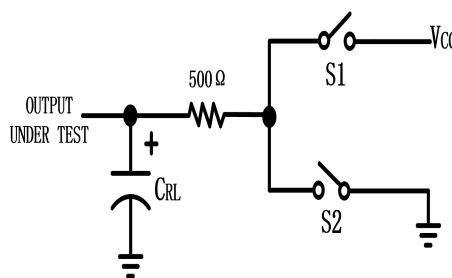

图 4 驱动器使能/关断 开关特性测试负载
| 驱动器使能到输出为高电平 | t _{DZH} | 图 4 和 6, C _L =100pF, S2 关断 | | | 150 | 纳秒 |
| 驱动器使能到输出为低电平 | t _{DZL} | 图 4 和 6, C _L =100pF, S1 关断 | | | 150 | 纳秒 |
| 驱动器从输出低到关断时间 | t _{DLZ} | 图 4 和 6, C _L =15pF, S1 关断 | | | 100 | 纳秒 |
| 驱动器从输出高到关断时间 | t _{DHZ} | 图 4 和 6, C _L =15pF, S2 关断 | | | 120 | 纳秒 |
| 关断模式驱动使能到输出高 | t _{DZH} (SD) | 图 4 和 6, C _L =100pF, S2 关断 | | | 5 | 微秒 |
| 关断模式驱动使能到输出低 | t _{DZL} (SD) | 图 4 和 6, C _L =100pF, S2 关断 | | | 5 | 微秒 |